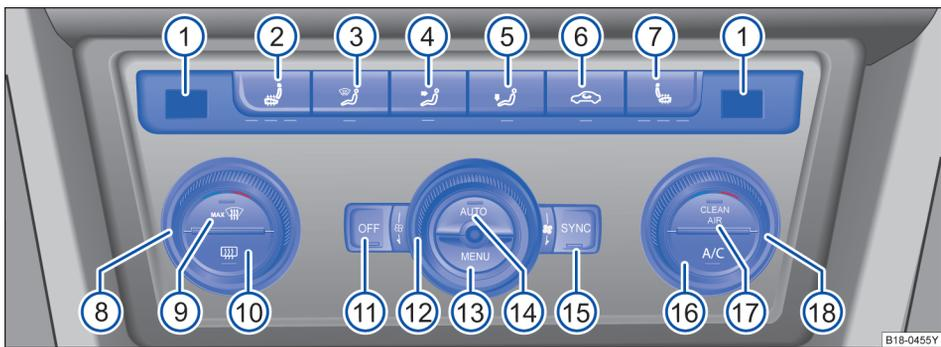

图 79 全自动空调的操作元件
- 转动温度调节开关 ⑧ 或 ⑬ ⇒ 图 79, 即可设定驾驶员侧或前排乘客侧的温度并通过 ① 显示设定的温度。
- 按压按钮 ② 至 ⑦ 之间的某个按钮即可启动相应功能。开启某项功能后按钮内的指示灯随之亮起, 再按一下该按钮, 该功能即被关闭。